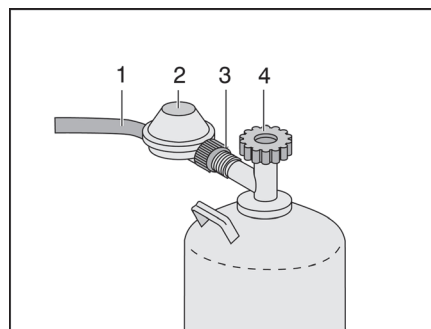

Bild 154 Anslutning gasflaska
- Stäng huvudavstängningsventilen (Bild 154,4) på gasflaskan. Beakta pilriktningen.
- Håll fast gastryckregulatorn (Bild 154,2) och lossa muttern (Bild 154,3) (vänstergänga).
- Tag bort gastryckregulatorn med gasslangen (Bild 154,1) från gasflaskan.
- Sätt gastryckregulatorn (Bild 154,2) med gasslangen (Bild 154,1) mot gasflaskan och dra åt muttern (Bild 154,3) för hand (vänstergänga).